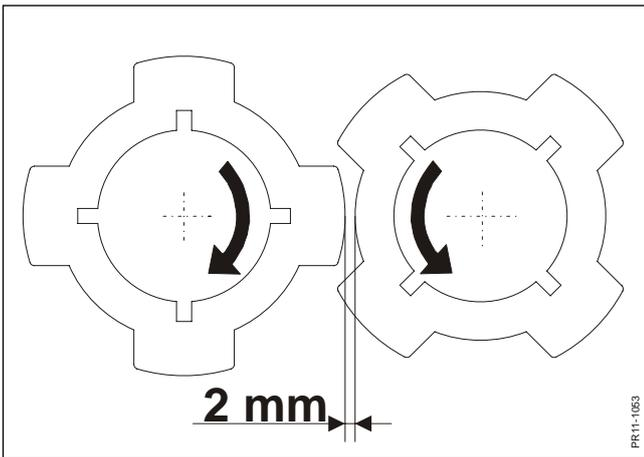

Fig. 3-28
- Fig. 3-28** Der Abstand zwischen den Walzen soll min. 2 mm sein.